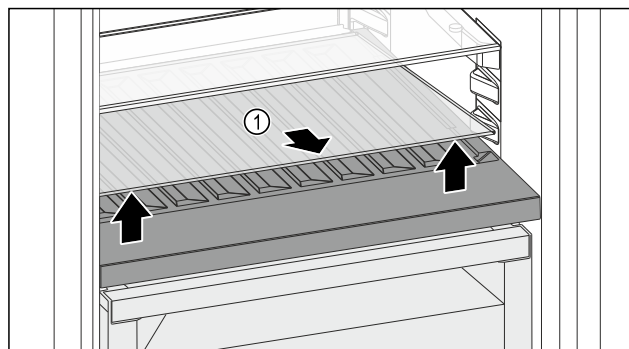

Fig. 166
- ▶ Skleněnou desku Fig. 166 (1) zvedněte za vybraní vpředu a vyjměte ji.
- ▶ Skleněnou desku Fig. 166 (1) uložte bezpečně mimo spotřebič.
- ▶ Skleněnou desku (2) vložte pod variabilní přihrádku na láhve.